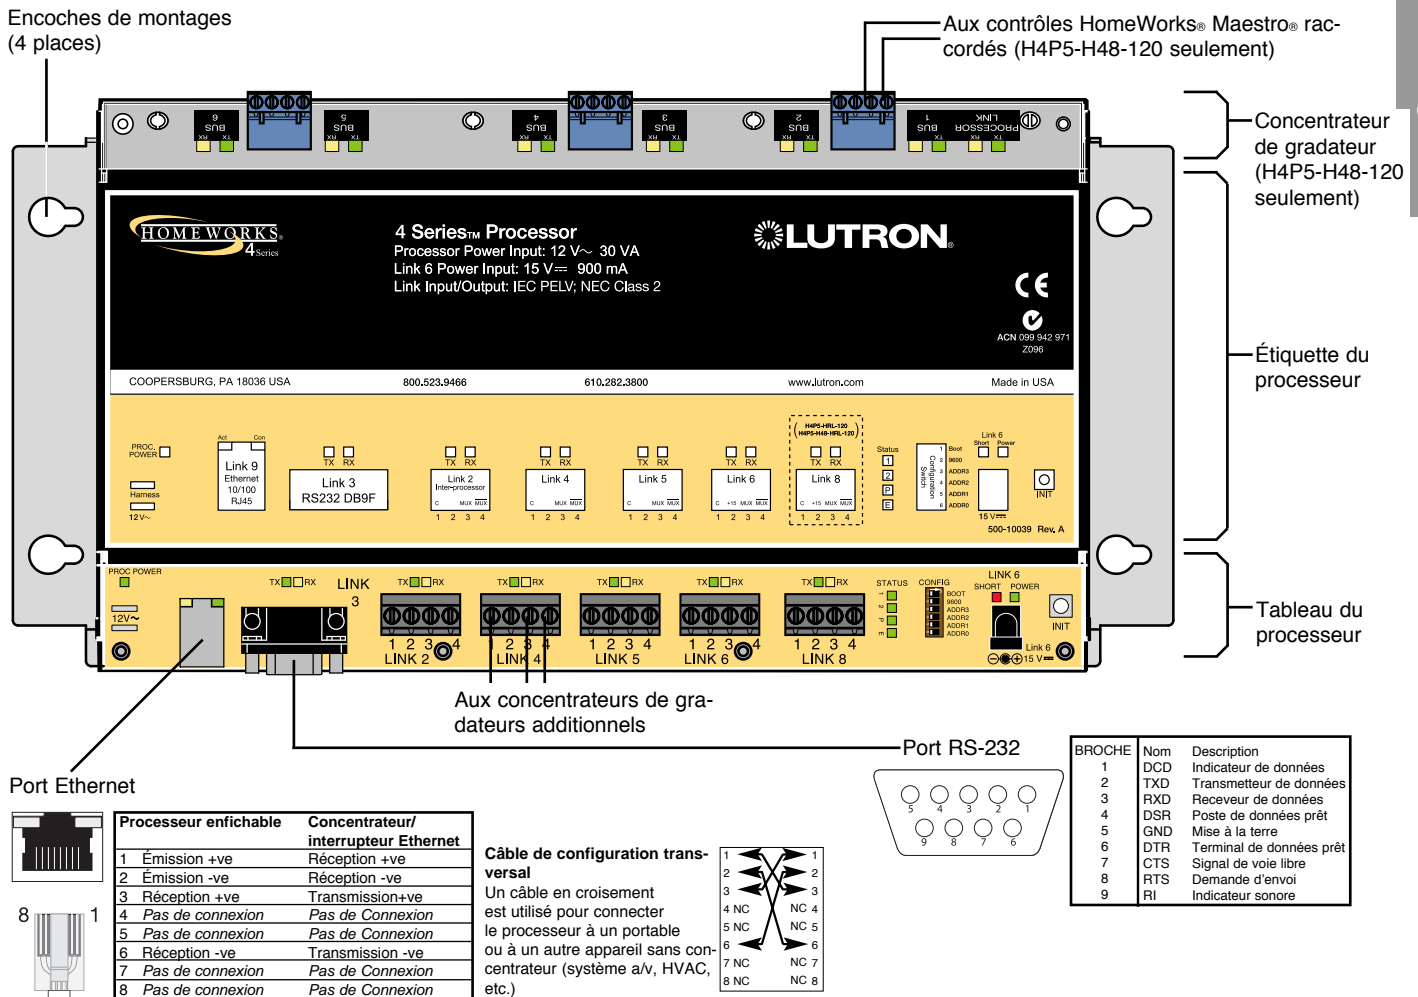

Figure 4 – Processeur 4 Series™
Pour les modèles H4P5-H48-120 et H4P5-H48-HRL-120 seulement, connecter le câblage de communication à partir des gradateurs *HomeWorks Maestro®* aux concentrateurs déjà installés par le fabricant (HWI-H48-120). Voir Figure 4, page 11. Connecter les bus en conformité avec les bus d'assignation faits avec l'utilitaire *HomeWorks Illumination*. Les connecteurs gris et violets sont marqués sur la carte de circuits.
- Connecter la liaison Ethernet.** Connecter un connecteur standard RJ45 à la liaison 9 du jack du processeur pour la programmation du système et pour communiquer avec d'autres équipements. Un câble en croisement est requis pour la programmation du système via la connexion directe avec le portable. Si vous branchez dans une unité réseau, un câble standard est utilisé (voir Figure 4, ci-dessous). L'indicateur orange des DEL (ACT) s'allume quand un signal Ethernet est transmis ou reçu sur la liaison 9. L'indicateur vert des DEL (CON) s'allume lorsque la liaison 9 est connectée au concentrateur/interrupteur/routeur ou à un ordinateur. Pour de l'aide pour configurer la commande Talk au processeur, voir Aide dans l'Utilitaire *HomeWorks Illumination*.